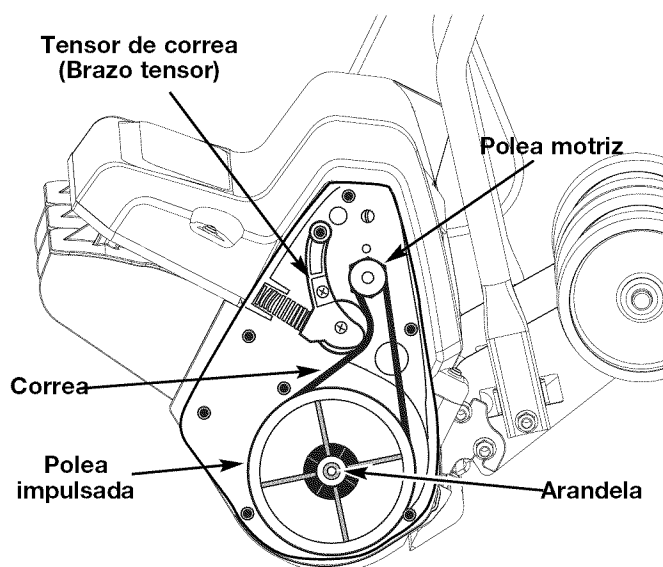

Fig. 10
3. Hale el tensionador de la correa (brazo tensor) separándolo de la polea de tracción. Quite la correa dañada de la polea dentro de la cubierta. Deséchela en forma apropiada (Fig. 10).
4. Ponga la nueva correa en la polea de tracción y en la polea impulsada (Fig. 10). Hale el tensor de la correa (brazo tensor) separándolo de la polea de tracción para que instale la correa alrededor de la polea de tracción.